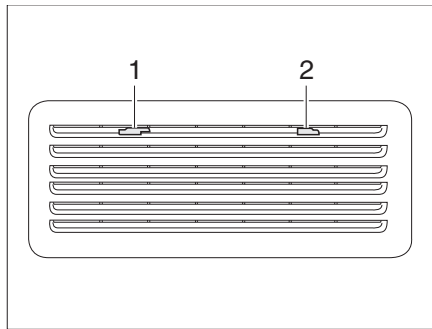

Fig. 330 Rejilla de ventilación del frigorífico (Thetford)
- Deslizar el bloqueo (Fig. 330,1) hacia el centro.